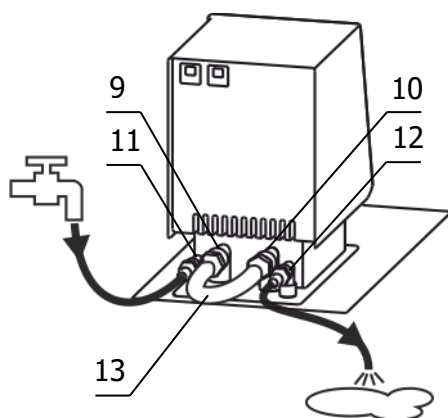

Рисунок 3 — Установка перемычки и подача воды
2.2.6 Соединить входной 9 и выходной 10 штуцеры насоса блока регулирования с помощью шланга-перемычки 13 (рисунок 3) и хомутов из комплекта поставки блока регулирования.
2.2.9 Для работы термостата при температурах теплоносителя, близких к окружающей температуре, может потребоваться дополнительное охлаждение с помощью встроенного теплообменника. В этом случае необходимо подключить термостат к водопроводной сети или специальному холодильному устройству при помощи шлангов, присоединенных к штуцерам 11 и 12 (рисунок 3) встроенного теплообменника. Поток охлаждающей жидкости должен быть равно-